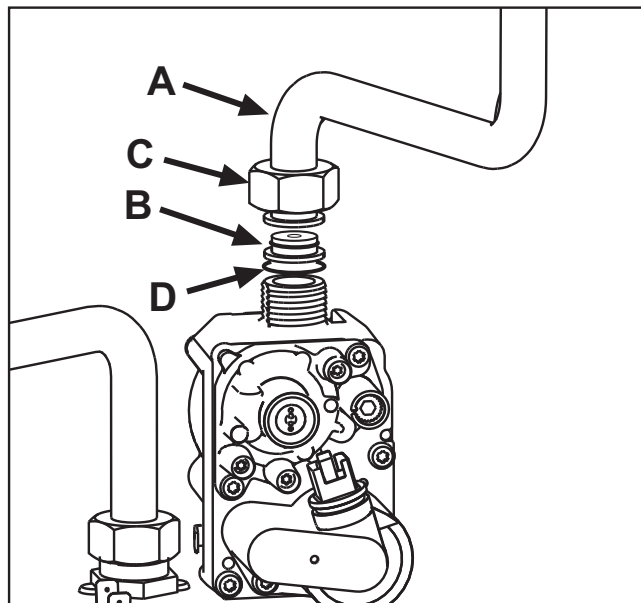

рис. 22
4. Открутить колесико C и вынуть газовую трубу A из газового клапана (см. рис. 22).
5. Заменить форсунку B, вставленную в газовую трубу, на форсунку, входящую в комплект для переоборудования на другой вид газа, вставив прокладку D (см.рис. 22).